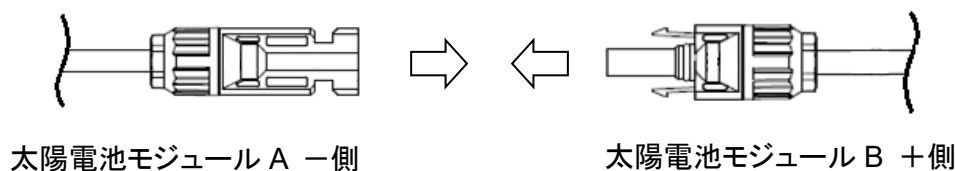

図 2
- ・端子ボックスに接続されている防水コネクタ付きケーブルを図 2 のように接続します。